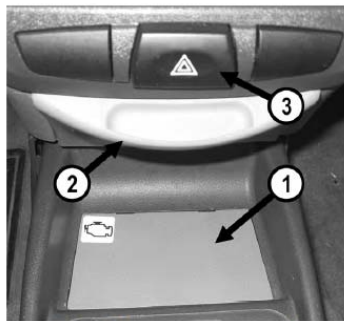

Рис.2 Место установки БК
**3.1.1** Установка БК производится вместо заглушки тоннеля пола. Извлеките заглушку тоннеля пола (поз.1, Рис.2). Отверните два винта крепления колодки предохранителей и уложите саму колодку предохранителей между двумя воздуховодами тоннеля пола. Отверните 4 винта крепления крышки (поз.2, Рис.2) пепельницы передней и снимите её для доступа к колодке выключателя аварийной сигнализации.
**3.1.2** Отсоедините колодку выключателя (поз.3, Рис.2) аварийной сигнализации: